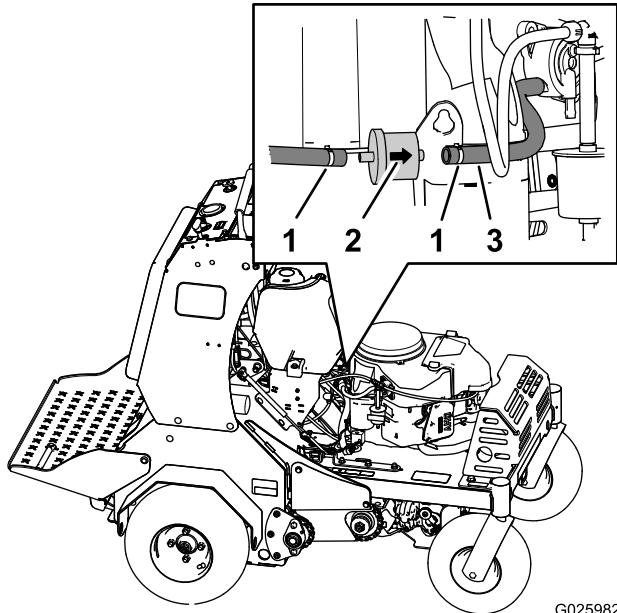

Figure 39
3. Pincez les extrémités des colliers et faites glisser ceux-ci pour les éloigner du filtre (Figure 39).
4. Détachez le filtre des conduites de carburant (Figure 39).
5. Posez le filtre neuf en orientant la flèche du sens d'écoulement comme montré à la Figure 39.
6. Alignez les colliers sur le flexible et les raccords du filtre à carburant (Figure 39).